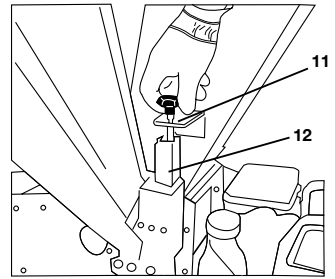

Bild 6
Drehen Sie nun die Gewindestange (11), die seitlich am Einfülltrichter montiert ist, in den Kontakthalter (12) am Seitentrichter (siehe „Bild 6“).